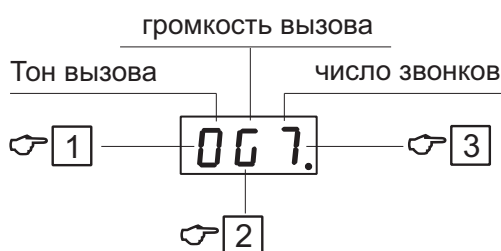

Рис. 23: Меню пользователя
- d) Ввести номер квартиры, а затем коснуться кнопки (поля) КЛЮЧ и ввести код замка кодового. На дисплее укажется меню пользователя, где возможно производить изменения параметров (см. рис. 23).